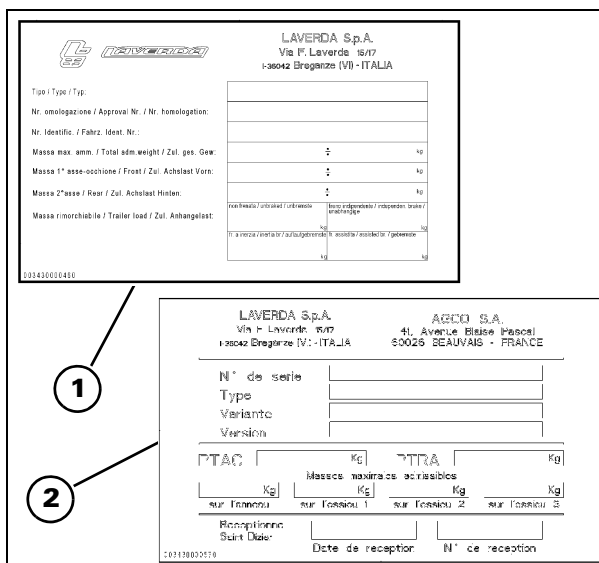
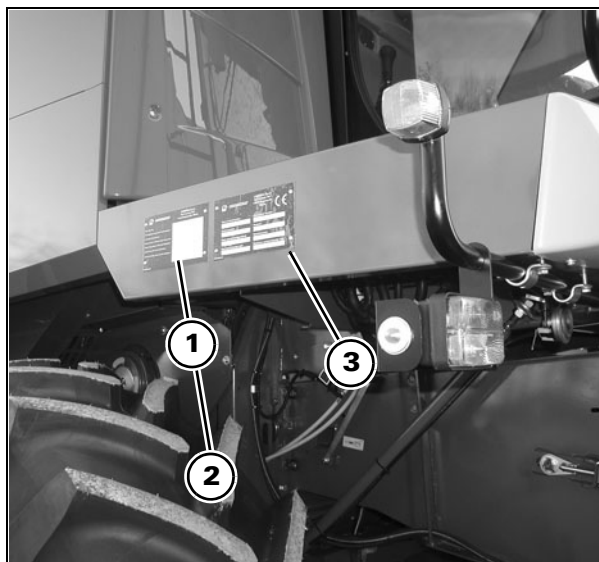

Рис. 1
Рис. 2
**Таблички с результатами испытаний и подтверждениями безопасности комбайна** - Рис. 1 и Рис. 2